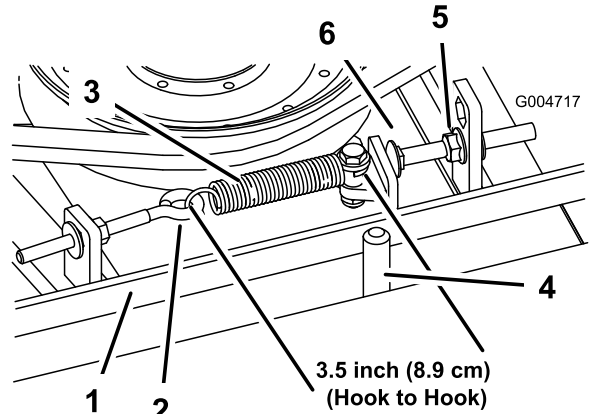

図 73
エクステンションスプリングの長さフックからフックまでが $8.3\text{mm} \pm 9.5\text{mm}$ であれば、張りは適切です。スプリングの張りを正しく調整できたら、その下のストップボルト キャリッジボルト の頭部とアイドラアームとの間の隙間を 2mm 5mm に調整します [図 73]。
注 ベルトが、ベルトガイドのスプリング側に取り付けられていることを確認してください [図 73]。
2. エクステンションスプリングを外せるように、アイボルトを外す [図 73]。
3. ストップボルトを取り付けタブに固定しているフランジナットをゆるめ、プーリを押してベルトの張りをなくす [図 73]。
注 ベルトが、ベルトガイドのスプリング側に取り付けられていることを確認してください 図 73。
9. エクステンションスプリング 図 73 をアイボルトに以下のように取り付ける